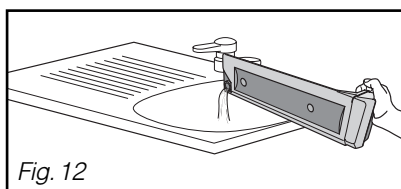

Fig. 12
- Vacíe el recipiente o recupere el agua para el depósito de vapor. (Fig. 12).